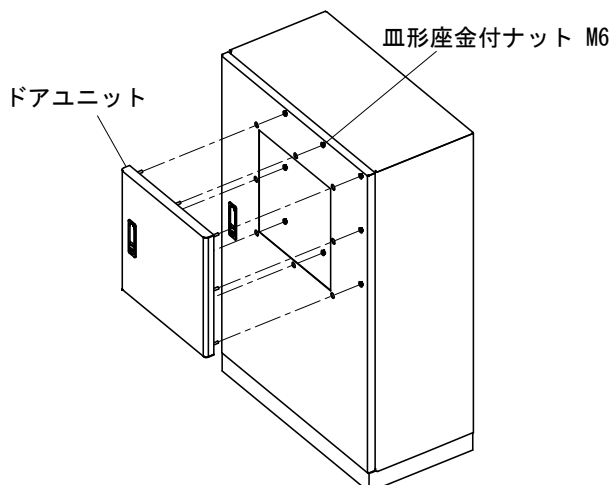

図1
②・ドアユニットをキャビネット外側から挿入し、内側から付属のナットで締付けてください(推奨締付トルク: 5N・m)。(図1参照)